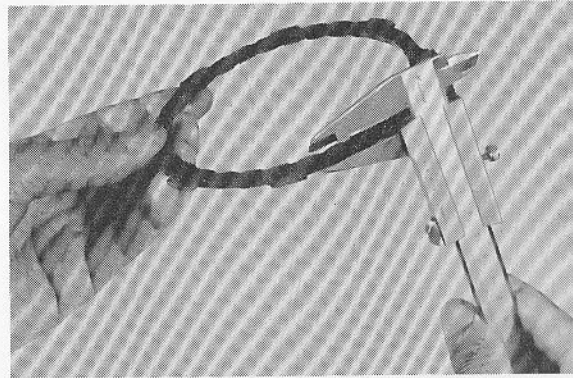

Fig. 3-3-22
1. Measure the friction plates at three or four points. If their minimum thickness exceeds tolerance, replace. (Fig. 3-3-22)
1. Mesurer les disques de friction en trois ou quatre points. Si leur épaisseur minimum dépasse la tolérance, les remplacer. (Fig. 3-3-22)